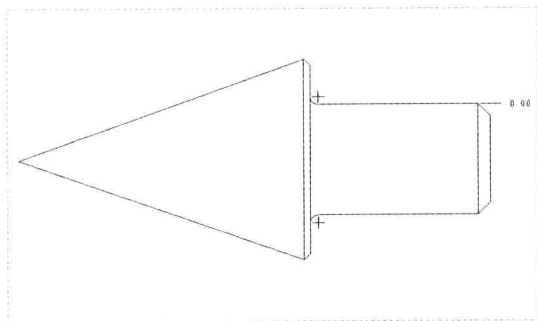

图 3-58 显示基准尺寸
Step 03 在绘图区上方的水平直线上，单击鼠标左键，向右引导光标，单击鼠标中键，此时显示一个数值为0的基准尺寸，如图3-58所示，在“功能区”选项板的“草绘”选项卡中，单击“尺寸”面板中的“法向”按钮.